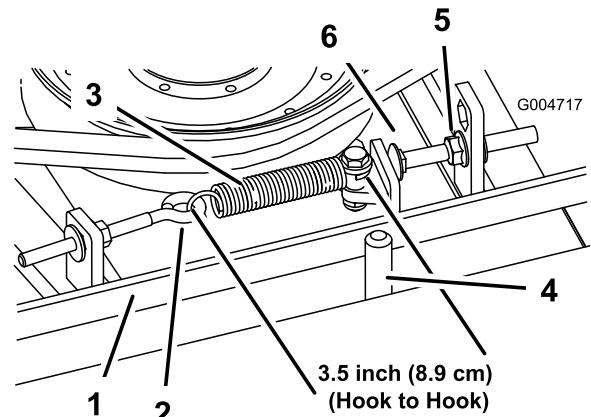

Figure 72
Lorsque le ressort d'extension est correctement tendu, l'intérieur doit mesurer (d'un crochet à l'autre) entre 8,3 et 9,5 cm. Lorsque le ressort est correctement tendu, ajustez le boulon de butée (boulon de carrosserie) jusqu'à obtention d'un jeu d'environ 2 à 5 mm entre la tête du boulon et le bras de tension (Figure 72).
Remarque: La courroie doit être placée du côté ressort du guide (Figure 72).
- Desserrez le boulon à œil pour pouvoir enlever le ressort d'extension (Figure 72).
- Desserrez l'écrou à embase qui fixe le boulon de butée à la patte de montage, et écartez la poulie de tension de la courroie pour détendre cette dernière (Figure 72).
- Raccrochez le ressort d'extension (Figure 72) au boulon à œil et tendez la courroie comme suit :